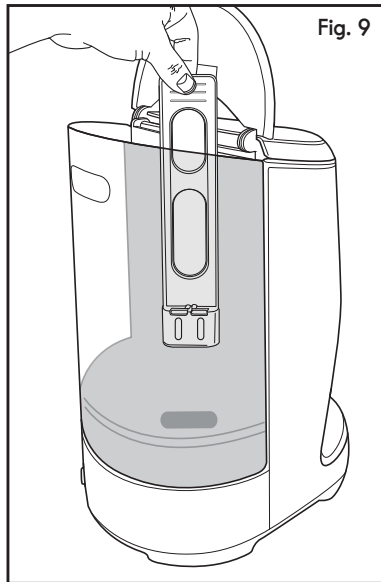

Fig. 9
2. Ouvrez le couvercle du réservoir d'eau et retirez le porte-filtre à eau (fig. 9).